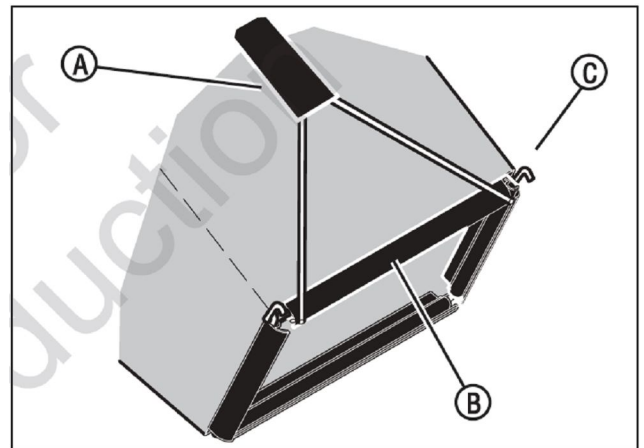

Рис. 5: Фиксация зажимами
- 2) Убедитесь, что рукоятка (А, рис. 5) расположена снаружи травосборника.
- 3) Сначала зафиксируйте зажимы (В, рис. 5) по бокам рамы (С), затем установите зажимы сверху и снизу рамы.